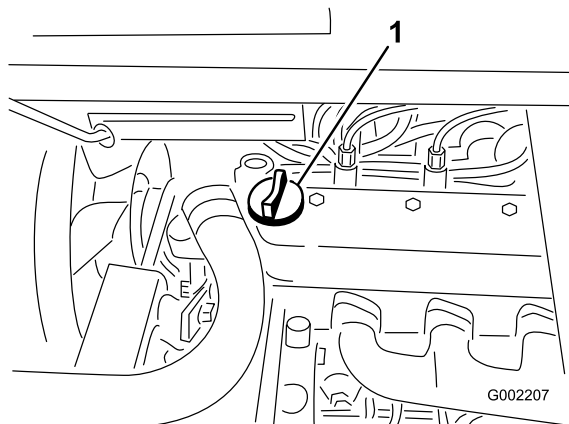

Figure 40
- Si le niveau d'huile est bas, enlevez le bouchon de remplissage du couvre-culasse (Figure 40) et ajoutez la quantité d'huile nécessaire pour amener le niveau au repère maximum sur la jauge. Reportez-vous à la section Vidange de l'huile moteur et remplacement du filtre à huile, pour connaître le type d'huile et la viscosité qui conviennent. Versez l'huile lentement